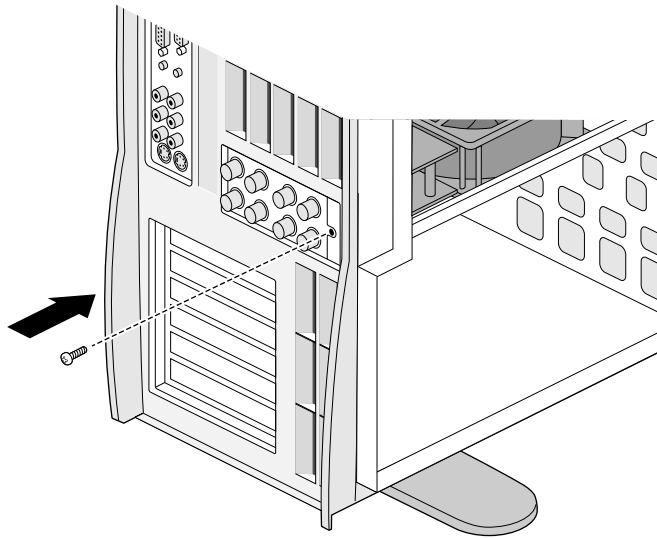

Figure 5-19 Fixation de la carte Silicon Graphics SD1100
- À l'arrière du système, récupérez la vis que vous aviez retirée du panneau de protection E/S Silicon Graphics SD1100 et servez-vous en pour fixer la carte sur le châssis (voir Figure 5-19).